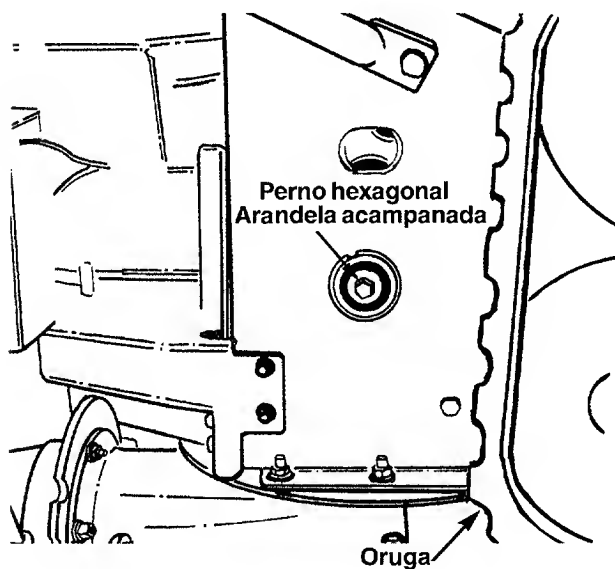

FIGURA 24
- Usando una llave de 7/8" para sujetar el eje, afloje, pero no extraiga completamente el perno hexagonal y la arandela acampanada del extremo izquierdo del eje. Vea la figura 24.